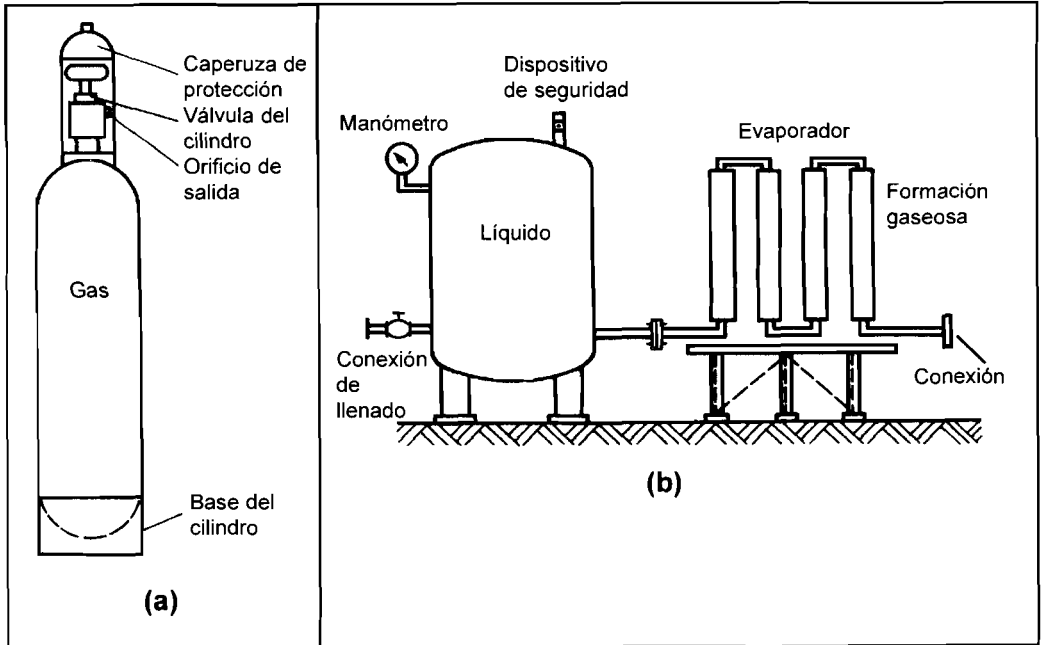

FIGURA 7.8: ALMACENAMIENTO DE GASES COMO EL OXÍGENO Y LOS GASES INERTES
- El oxígeno se almacena a presión en cilindros en estado gaseoso (ver figura 7.8 a) y en estado líquido en tanques o depósitos criogénicos (ver figura 7.8 b)
- Los gases de protección como helio, argón y nitrógeno se suministran comprimidos en estado gaseoso en botellas (ver figura 7.8.a), o en estado líquido en tanques criogénicos, el CO₂ de las botellas está almacenado en estado líquido a temperatura ambiente.